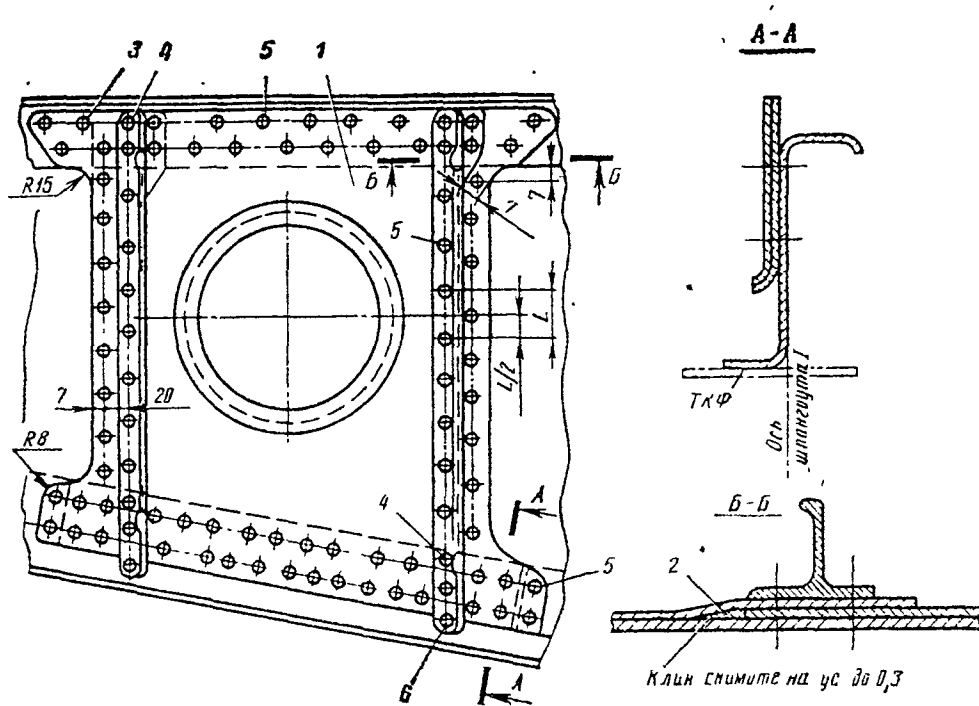

Рис. 3.32. Ремонт стенки балки:
2. Ремонт стенки балки (см. рис. 3.32).